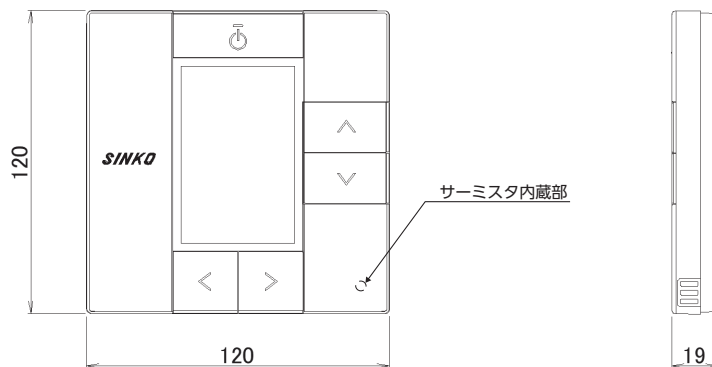

図8-9 ワイヤードリモコン
- ・他機器の発熱などの影響を受けない箇所に設置してください。ワイヤードリモコン内にはサーミスタが組み込まれており、温度制御に影響するおそれがあります。（図8-9参照）